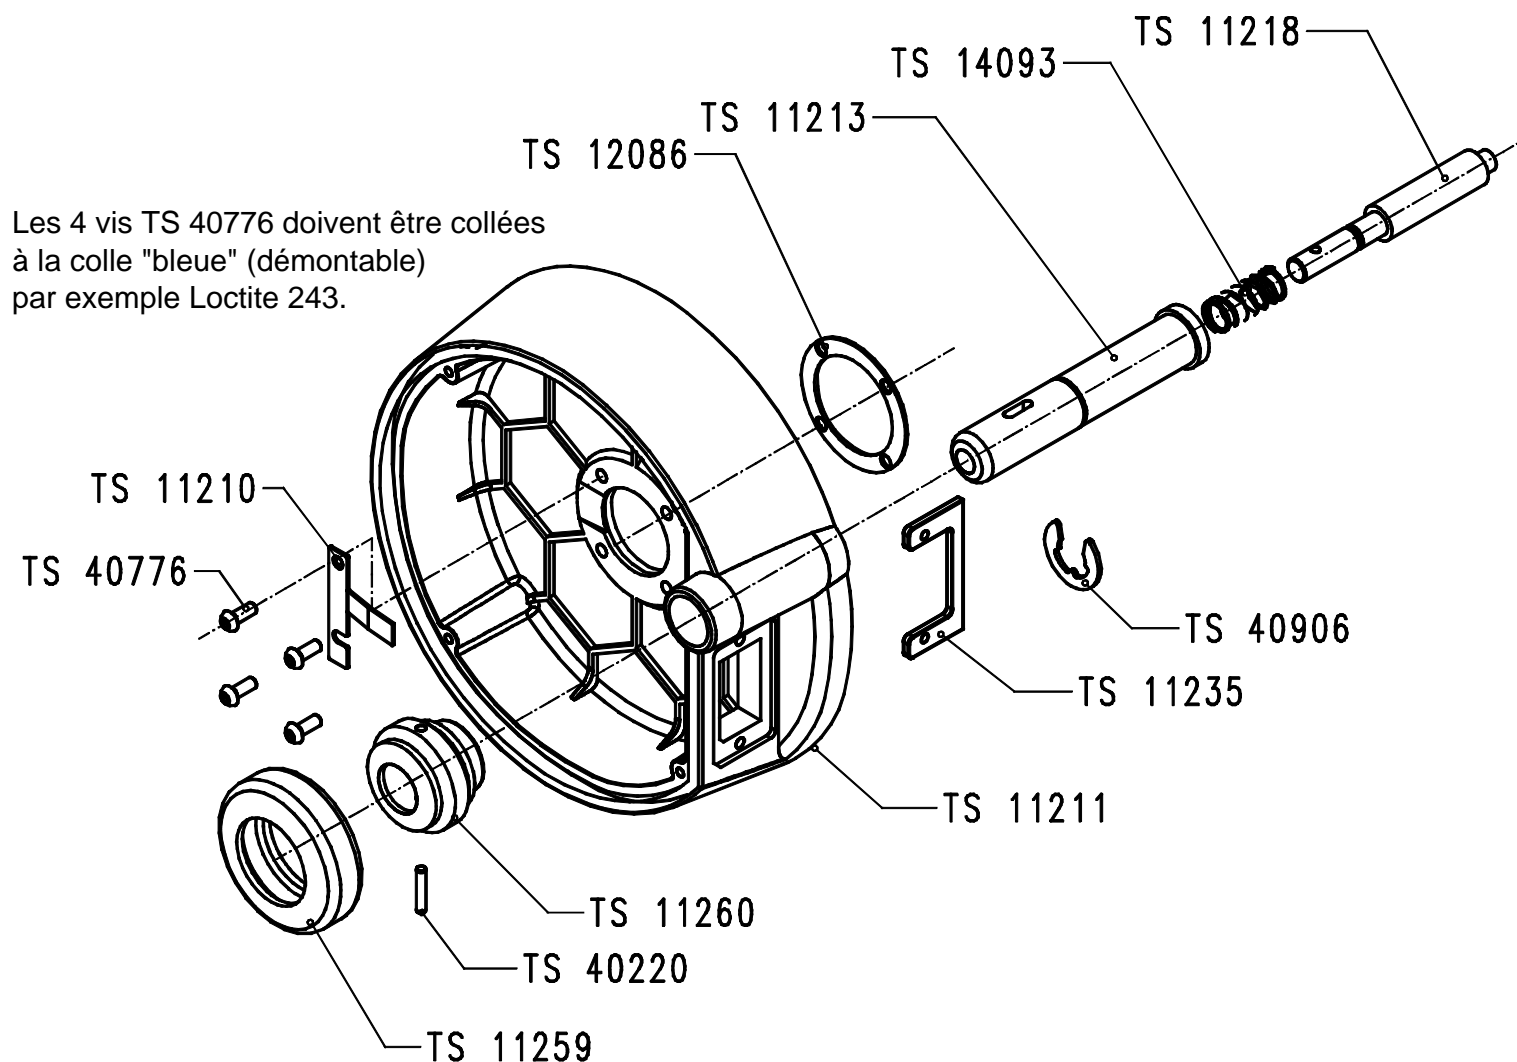

Figure 11-5: boîtier électronique TS 10190, détails des composants
- Figure 11-5: boîtier électronique TS 10190, détails